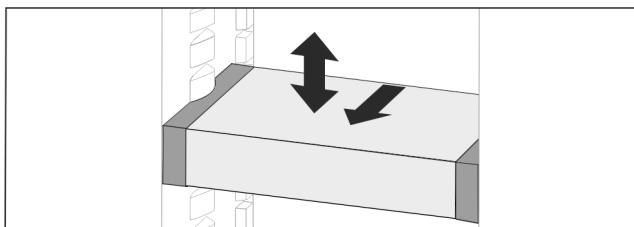

*Fig. 24*
- На любой высоте *Fig. 24 (1)* или *Fig. 24 (2)* вставить.